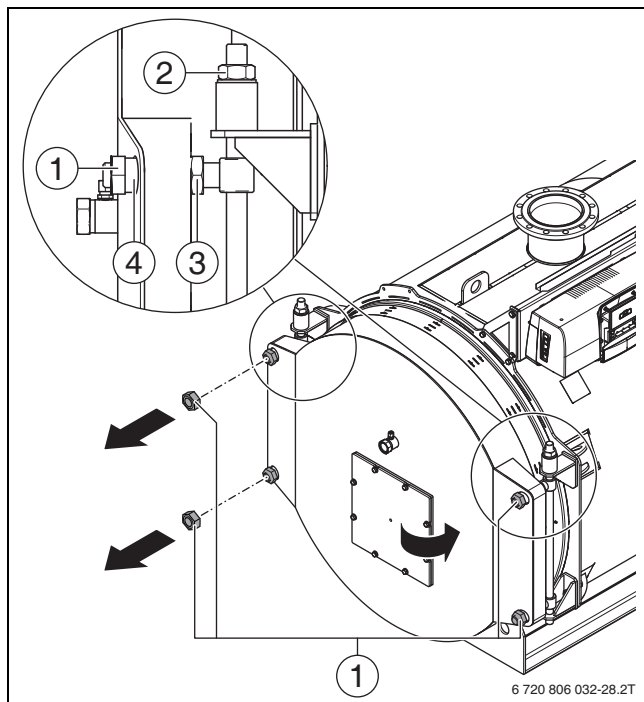

Fig. 18 Deschiderea ușii arzătorului
- ▶ Însurubați (→ fig. 18, [1]) piulița la bolțul [4] de balama și trageți puțin de ușă înaintea suprafeței de etanșare.